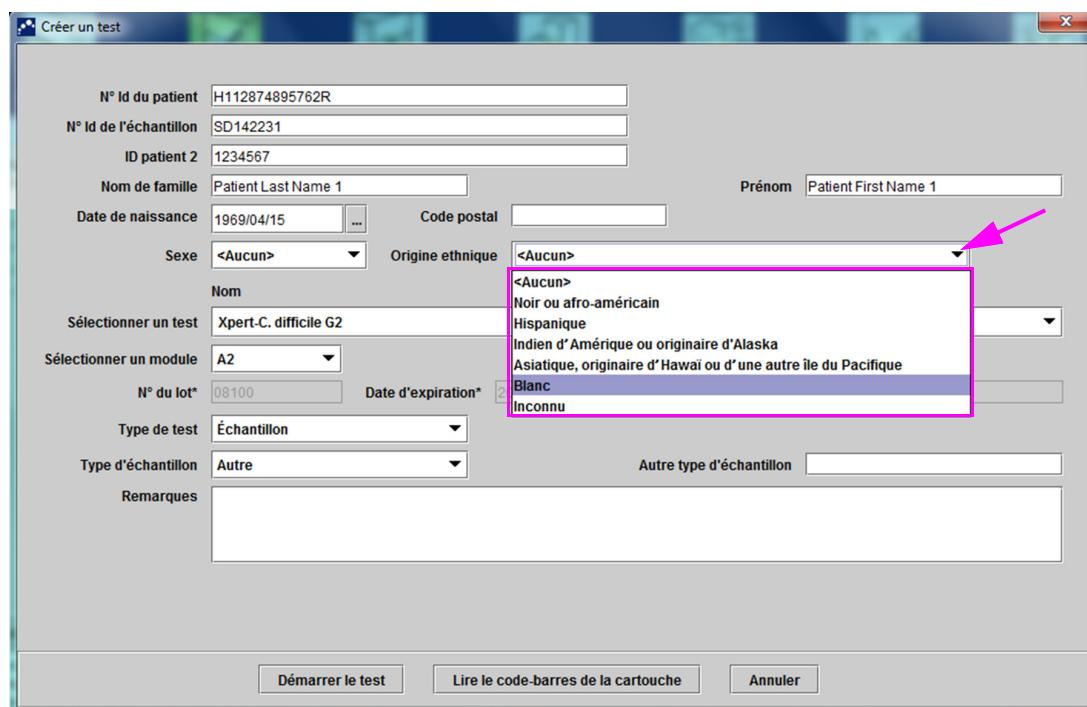

Figure 5-25. Boîte de dialogue Crée un test avec le champ Origine ethnique affiché
B. **Origine ethnique**—Cliquez sur la flèche du menu déroulant dans la case Origine ethnique et sélectionnez l'origine ethnique appropriée dans le menu déroulant (voir la Figure 5-25).